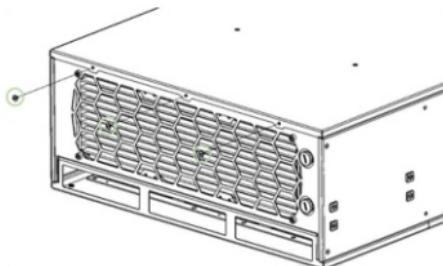

Рисунок 12 – Извлечение винтов фиксации верхней крышки с задней панелью
– открутите шестигранным ключом $s2$ три винта M3 с полукруглой головкой, фиксирующих верхнюю крышку с задней панелью (рисунок 12);